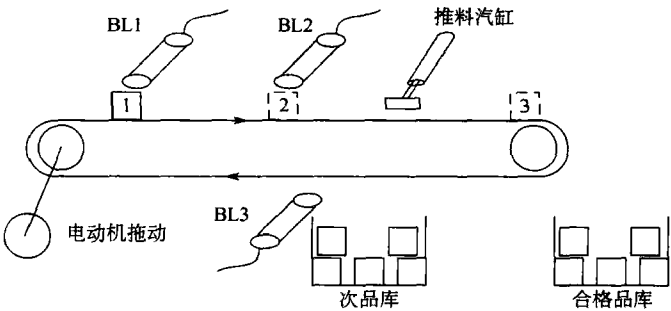

图 3-32 工件检测系统示意图
9. 工件检测系统。控制要求：图 3-32 是一个工件检测系统示意图，图中三个光电传感